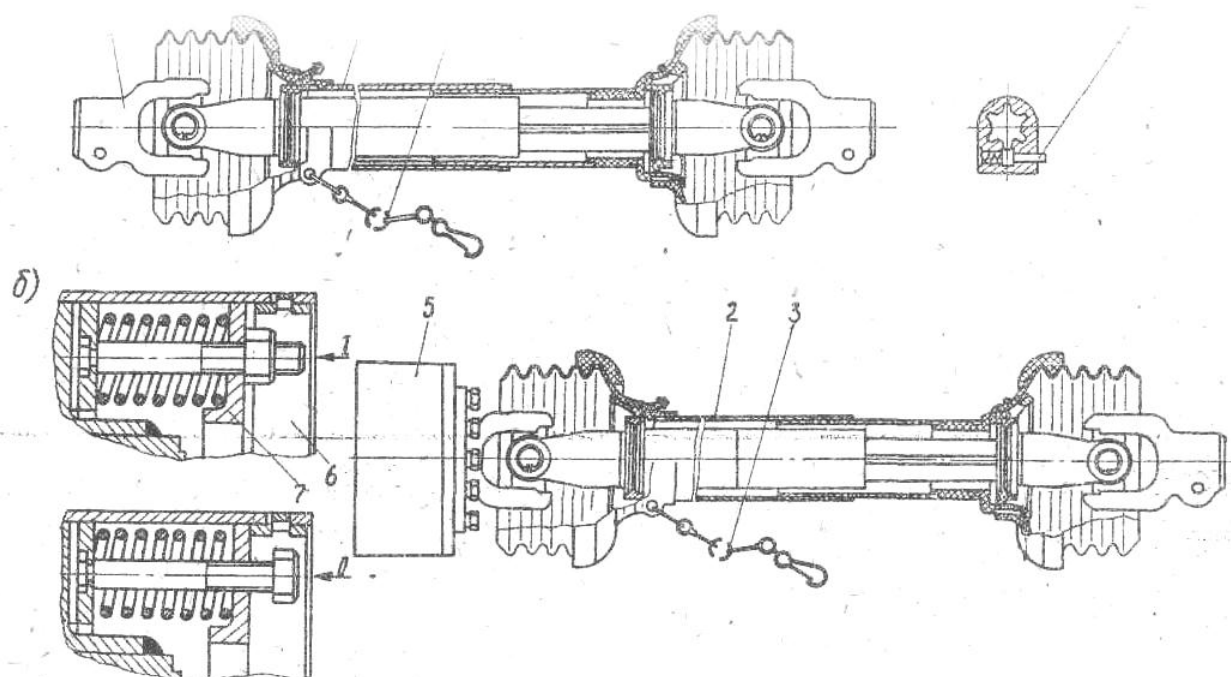

Рисунок 9.3. Карданные валы.
ным диском и замком (рис.9.3.). Этим самым диски муфты и замок разгружаются, чтобы залипшие диски могли освободиться;
8) отверните гайки (равномерно) в прежнее положение на шпильках (до конца резьбы), чтобы между гайками и упорным диском гарантированный зазор, а диск уперся в замок (см. рис. 9.3.). Это обеспечит требуемое нагружение дисков. Муфты готовы к эксплуатации.